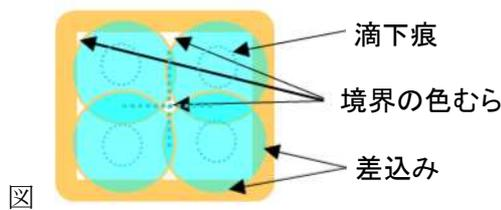

図 3 従来方式による課題
高精細・高応答パネルを量産するにあたり、従来方式の液晶滴下装置で高精細パネル用の液晶滴下を行うと、パネル品質上の課題として①液晶材料の広がり不良、真空溜り②色むら、滴下痕③応答性向上等があり、液晶材料を極微量且つ高精度で平坦化塗布できる技術と装置の開発が求められていた（図3）。